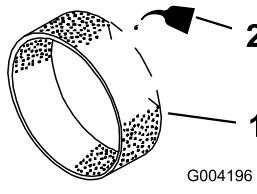

Bild 31
- Gießen Sie etwas Öl auf den Vorfilter (Bild 31).